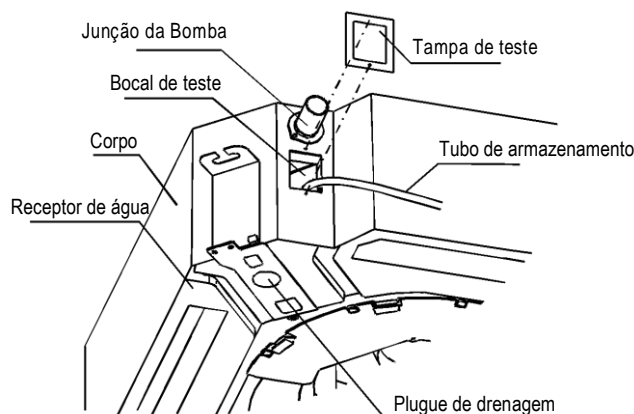

Figura 33
- 1) Retire a tampa do teste, e guarde a água de cerca de 2000ml para o receptor de água através do tubo de armazenamento. (Consulte a Figura 33)